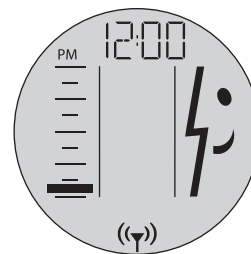

Abbildung 60: InfoKey zeigt an, dass noch ca. 10 % PT-Ladung übrig sind
2. Entladen Sie die Akkus (durch normale Nutzung des PT), bis in der Anzeige der untere Balken blinkt, d. h. noch ca. 10 Prozent Restladung vorhanden sind (siehe **Abbildung 60**).